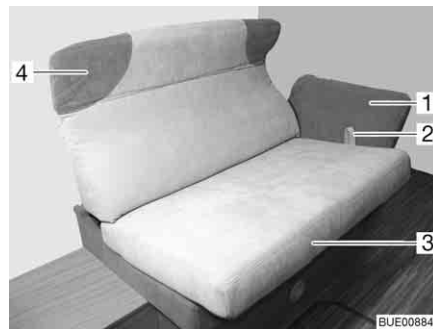

Bild 78 Verstellung der Längssitzbank
- Die Schlaufe (Bild 78,2) nach oben ziehen und die Sitzfläche (Bild 78,3) auf den Schienen bis zum Anschlag vorsichtig zur Mitte ziehen.
- Das Nackenpolster (Bild 78,4) mit beiden Händen fassen und vorsichtig bis zur gewünschten Position nach oben oder unten schwenken.
- Die Armlehne (Bild 78,1) mit beiden Händen fassen und vorsichtig bis zur gewünschten Position nach unten oder oben schwenken.